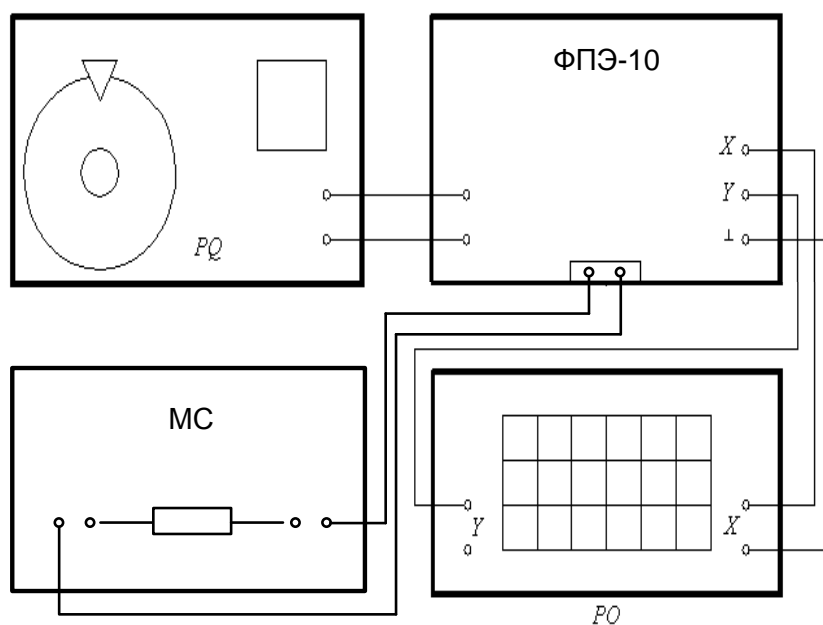

Рисунок 6 – Структурная схема экспериментальной установки
Экспериментальная установка для исследования простых электрических цепей содержит (рисунок 6):
Исследуемая электрическая цепь (рисунок 6) организуется с помощью соединительных кабелей, имеющих цветовую маркировку:
3. Руководствуясь структурной схемой (рисунок 6) подключите с помощью соединительных кабелей все элементы экспериментальной установки.